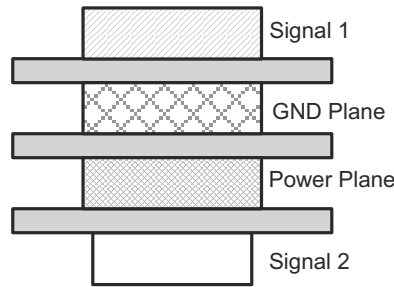

図 8-3. レイアウト例
- 高周波で動作する場合は、4層以上のプリント基板をお勧めします。図 8-3 に示すように、グランドと電源層で 2 つの信号層を分離しています。